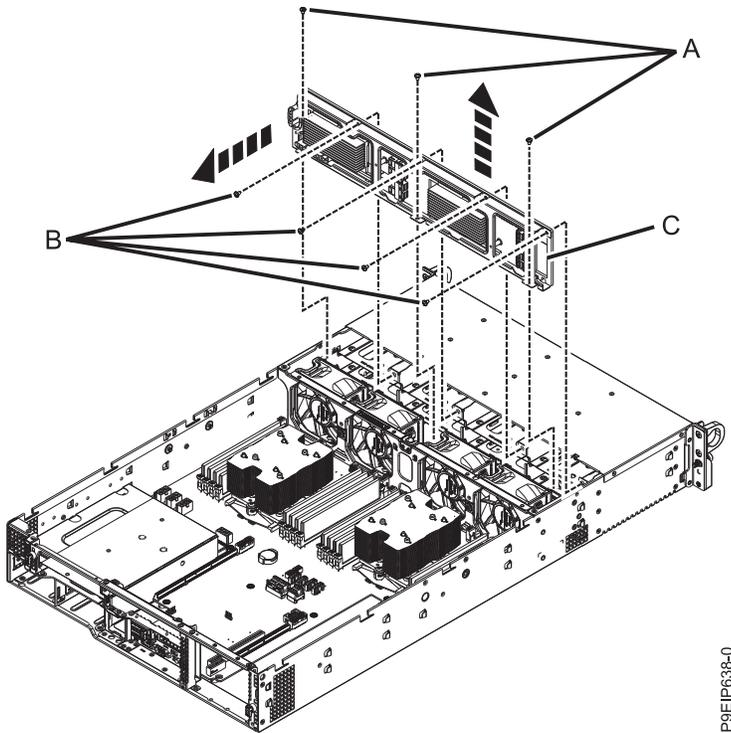

Figura 18. Extracción de la placa posterior de unidad de disco y los tornillos
6. Etiquete y extraiga los siete tornillos (**A**, **B**) y la placa posterior de unidad de disco (**C**), tal como se muestra en la Figura 18 en la página 22.
- c. Levante la placa posterior de unidad de disco directamente hacia fuera del chasis, como se indica en la Figura 18 en la página 22.